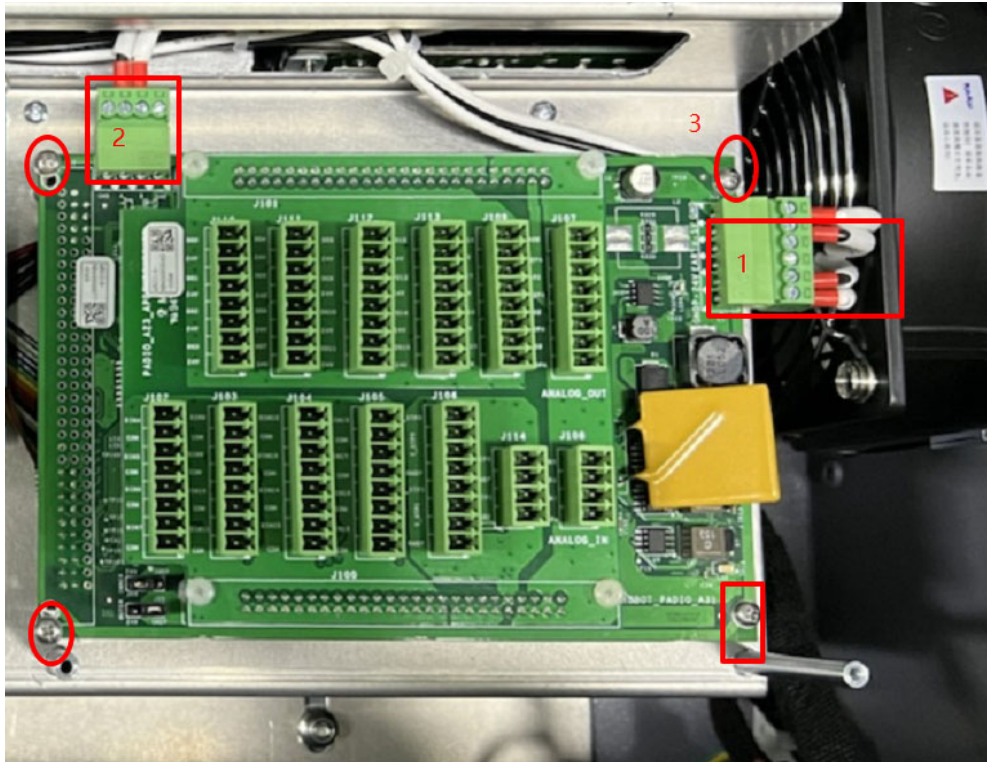
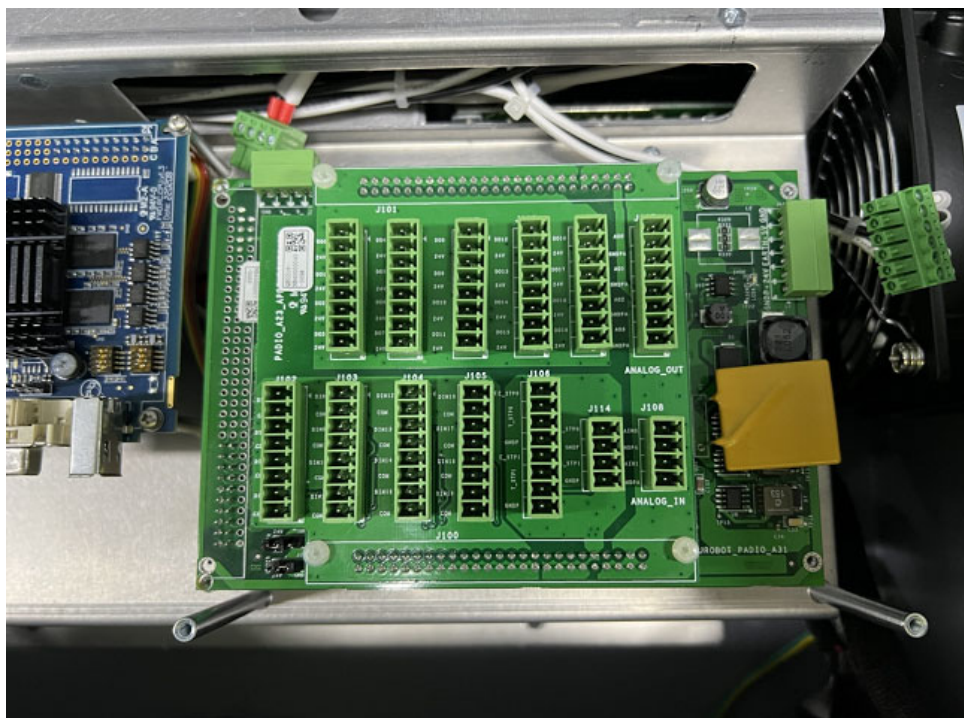

图 3-33：断开 24V&5V 连接器和 485 通讯连接器前
图 3-34：断开 24V&5V 连接器和 485 通讯连接器后
2. 依次断开 24V&5V 连接器和 485 通讯连接器，并取下十字槽盘头螺钉，连接器断开前和断开后的状态如图 3-33 和图 3-34 所示；